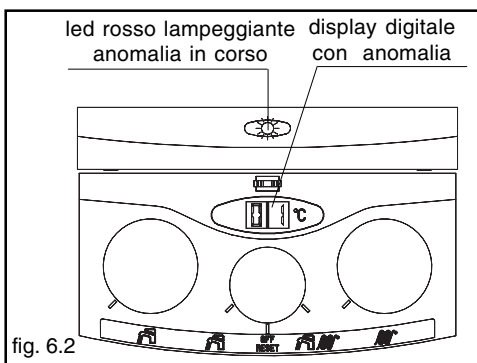

fig. 6.2
- con **led rosso lampeggiante** (fig. 6.2) un'anomalia di funzionamento.